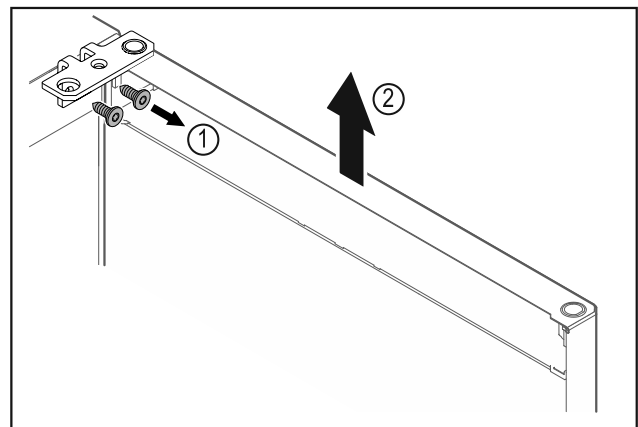

Fig. 12
- ▶ Отвинтите шарнирные уголки Fig. 12 (1).
- ▶ Дверь вместе с шарнирными уголками поднимите строго вертикально вверх *Fig. 12 (2)* приблизительно на 200 мм и снимите.